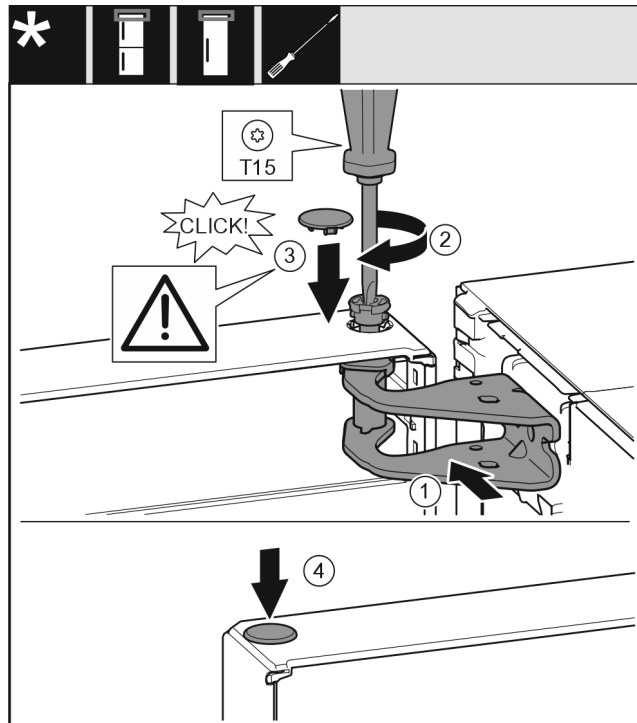

Fig. 19
- ▶ Aliniați ușa sus spre deschizătură în suportul de lagăr. Fig. 19 (1)
- ▶ Introduceți bolțul și înșurubați-l ferm cu șurubelnița T15. Fig. 19 (2)
- ▶ Montarea capacului de siguranță pentru siguranța ușii: Introduceți capacul de siguranță și controlați dacă este așezat pe ușă. În caz contrar, introduceți complet bolțul. Fig. 19 (3)
- ▶ Introduceți dopul. Fig. 19 (4)